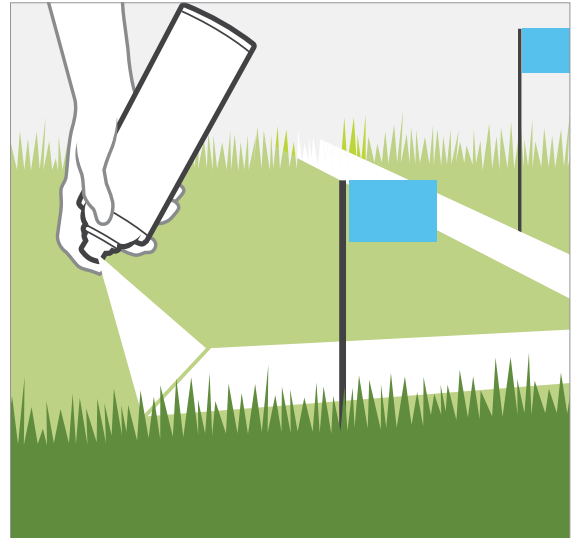

Figure 1
1. À l'aide d'une bombe de peinture et de petits drapeaux, indiquez l'emplacement des canalisations entre le point de raccordement et les collecteurs d'électrovannes. Tracez la disposition du système d'arrosage (*Voir Figure 1*).